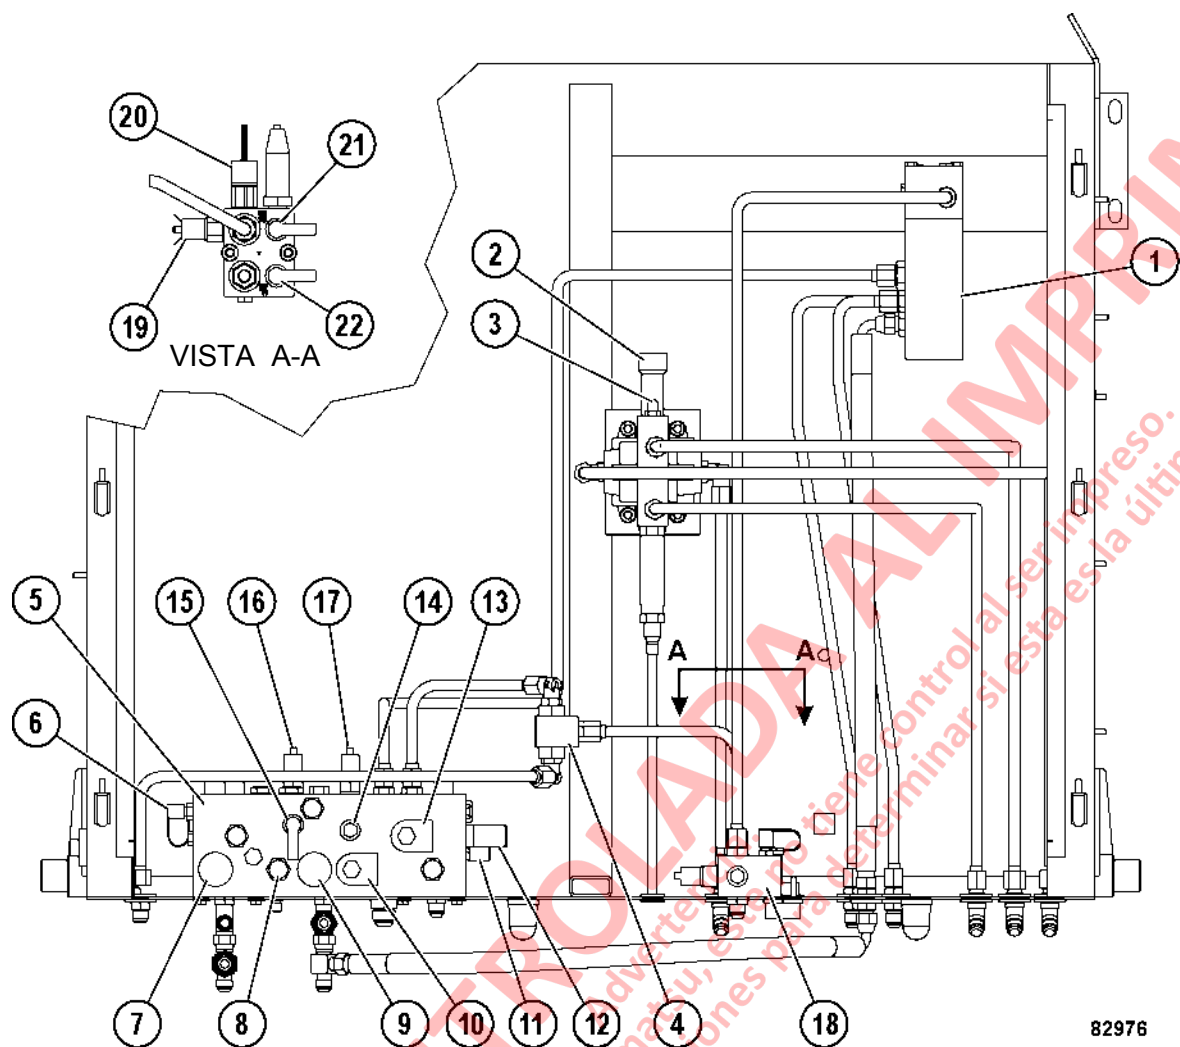

FIGURA 2-1. GABINETE DEL FRENO HIDRÁULICO
El sistema de frenos consta de varios componentes de válvulas principales; la válvula de pedal del circuito dual operada con el pie, las válvulas de relé duales operadas hidráulicamente, el manifold de freno y dos acumuladores. La válvula de pedal de circuito dual es el único componente que se encuentra en la cabina del operador. La válvula de relé dual para los frenos delanteros, el manifold de frenos y los componentes eléctricos se encuentran en el gabinete de freno hidráulico detrás de la cabina (Ver Figura 2-1)..
El solenoide del freno de estacionamiento (10, Figura 2-1) está energizado. El flujo de aceite se dirige desde el solenoide del freno de estacionamiento a los pistones del freno de estacionamiento para liberar. El circuito del freno de estacionamiento está protegido contra una aplicación accidental por medio del monitoreo de un sensor de velocidad en el motor de la rueda para determinar la velocidad del camión. El freno de estacionamiento no se aplicará hasta que el camión se haya virtualmente detenido. Esto elimina el daño al freno de estacionamiento y con esto se extienden los intervalos de ajuste del freno.
La función principal del bloqueo de frenos es proporcionar un medio al operador para sostener el vehículo mientras está cargando o descargando. **El bloqueo de frenos sólo se aplica en los frenos de servicio traseros.** También puede proporcionar un segundo medio para detener el camión en caso que falle una válvula de frenos. Activando el interruptor de bloqueo de frenos de las ruedas montado en el panel, la válvula de solenoide de bloqueo de frenos (13, Figura 2-1) y la válvula reductora de presión (12) aplicarán aceite a presión no modulada a 17.237 kPa (2500 psi) para accionar completamente los frenos traseros. Una válvula de lanzadera (4) ubicada en el ducto del freno trasero proporciona la independencia de la válvula de pedal de freno para aplicar el freno.
El circuito de advertencia del freno está equipado con una luz de advertencia de baja presión de freno en el panel superior y con una alarma sonora en la cabina para alertar al operador sobre las bajas presiones de freno. Se utilizan varios sensores eléctricos, un relé y un temporizador de retardo para detectar problemas en el sistema de frenos. Ver Figura 2-1 para referencia de los siguientes componentes.